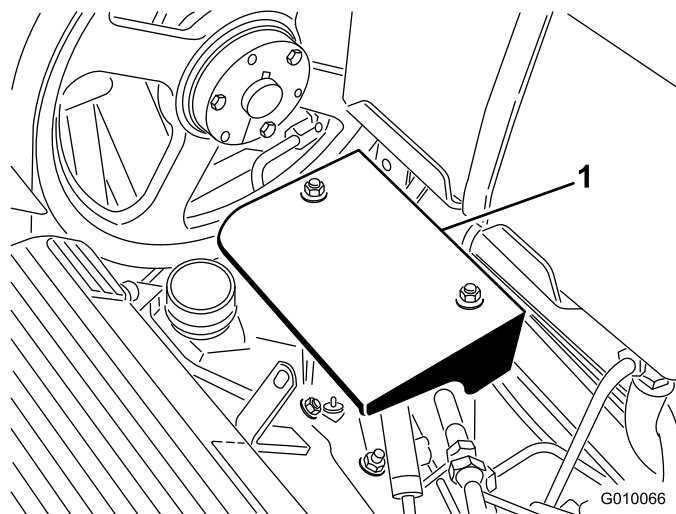

図 56
2. ポンプ・シールド取り付けナット 2 個を外してシールド外す (図 56)。
2. ポンプ・シールド取り付けナット 2 個を外してシールド外す（図 56）。